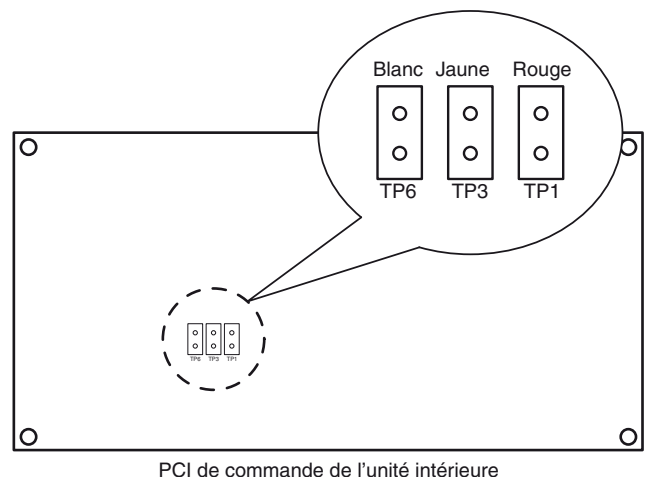

Fig.3-17
2. Ouvrez le couvercle du boîtier électrique et vérifiez l'emplacement de la broche de court-circuit sur la PCI de commande de l'unité intérieure (Fig. 3-17).